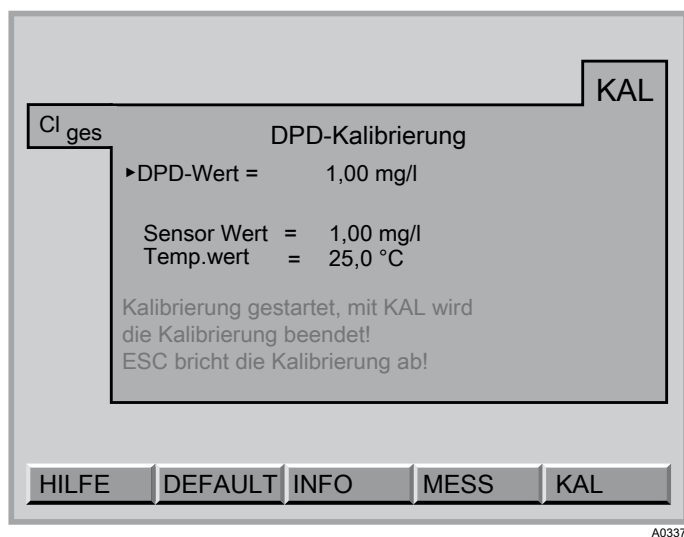

Abb. 34: [DEFAULT] wählen
2. ➤ Drücken Sie die F2 (DEFAULT)-Taste, siehe Abb. 34